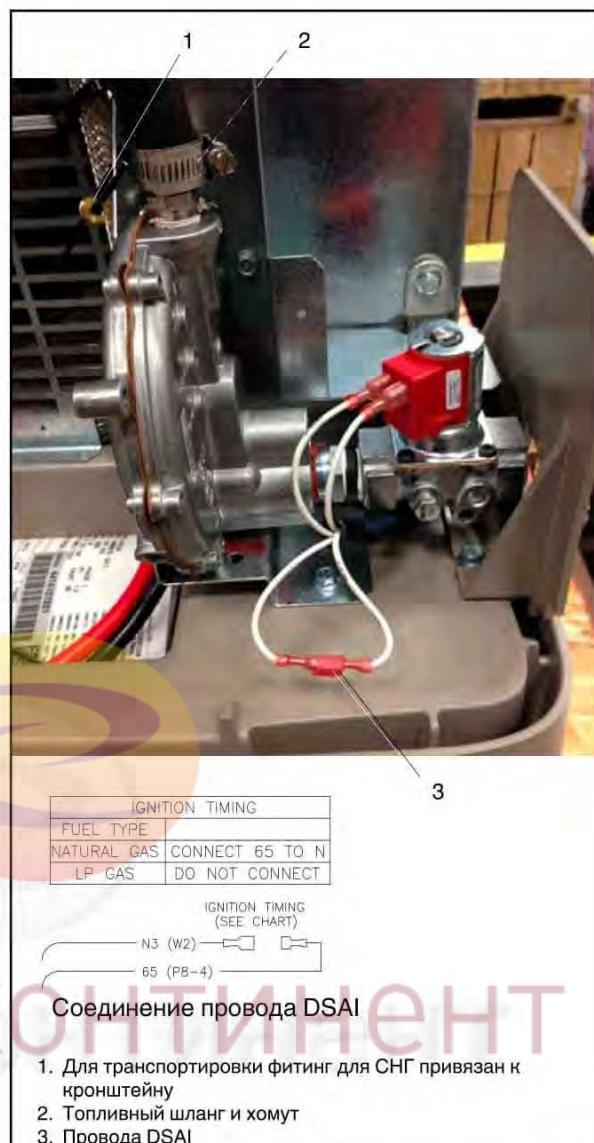

Рис. 1-11 Топливная система в состоянии поставки (RESA14 производство после 26 июня 2014 г.)
Генераторные установки RESA14 произведенные 26 июня 2014 г. и позднее, не оборудованы топливным блоком. В этих установках используются фитинги с диафрагмами, устанавливаемые на штуцер топливного регулятора, к которому присоединяется шланг. Для смены топлива см. Рис. 1-11 и воспользуйтесь инструкциями этого раздела.
При поставке установка обычно настроена на природный газ, а фитинг для СНГ привязан возле соленоидного клапана. Для перехода на СНГ снимите фитинг ПГ и установите фитинг СНГ, как описано ниже. Расположение компонентов топливной системы см. Рис. 1-11.
5. Снимите хомут шланга и топливный шланг с штуцера топливного блока. См. Рис. 1-11.
9. Для СНГ разъедините провода 65 и N3 цифровой системы опережения зажигания (DSA1). Провода DSA1 находятся возле соленоидного топливного клапана. См. Рис. 1-11.